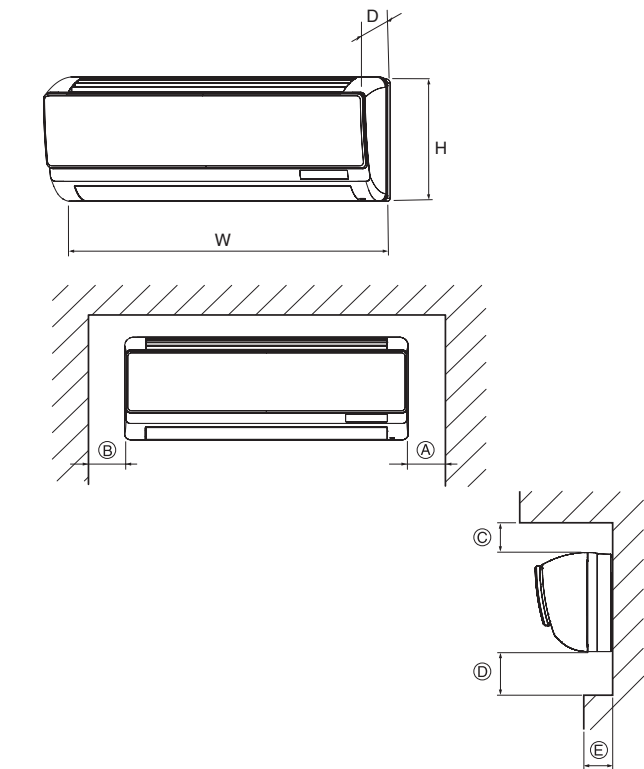

Fig. 2-1
①	Soporte de fijación en la pared	1	Fijado a la parte trasera de la unidad
②	Tornillo roscado 4 × 25	8
③	Cinta de fieltro	1	Paquete envuelto
④	Cable del mando a distancia MA	1
⑤	Cable del receptor inalámbrico	1
⑥	Abrazadera	1
⑦	Sujetador	1
⑧	Cable	1
2.1. Dimensiones exteriores (Unidad interior) (Fig. 2-1)